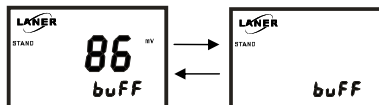

图 7-4
1、电极清洗干净，并用滤纸吸干水分，将电极插入第一标准缓冲液中（86mV），轻轻搅拌几下。等控制器显示数值稳定后，按 CAL 键，仪表有测量数字闪烁，且屏幕左上角有 STAND 显示，仪表显示如图 7-4 所示：